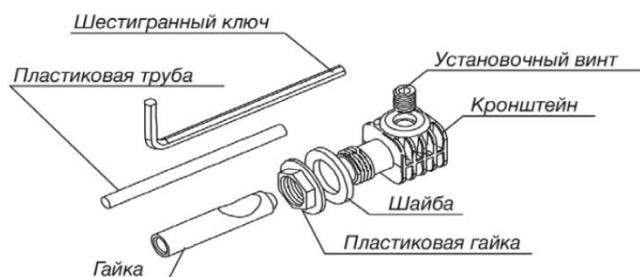

рис. 8
- Соберите крепежный кронштейн согласно рис.8.